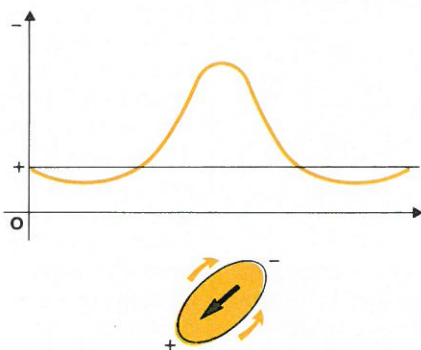

Fig. 5. — La polarisation spontanée.
– La *méthode de polarisation spontanée* exploite la polarisation qui prend naissance au voisinage d'un amas présentant une conductibilité métallique (fig. 5). Dans un milieu hétérogène, cet amas s'oxyde et forme un générateur de courant électrique dont les effets se manifestent à la surface du sol par des différences de potentiel mesurables au moyen d'électrodes impolarisables implantées dans le sol. Avec une électrode fixe, on mesure les différences de potentiel par rapport à ce point fixe. Il faut, bien entendu, que l'amas minéralisé baigne dans un électrolyte hétérogène le long de la verticale et que le sommet de cet amas dépasse le niveau hydrostatique. Le courant qui s'établit circule de bas en haut, la partie supérieure représente un centre négatif.